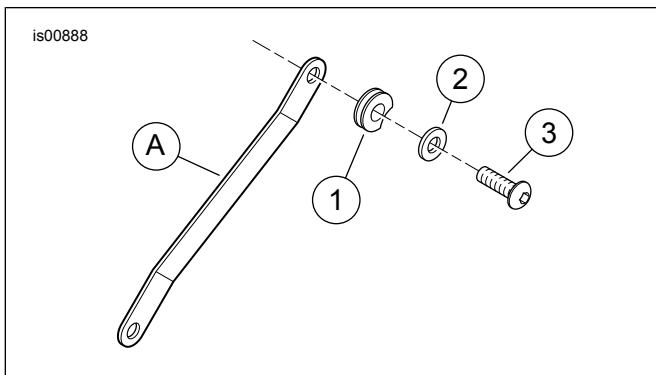

Figura 4. Piezas de servicio, kit de acoplamiento desmontable 53104-97B
Vea la Figura 4 y la Tabla 1.
2. Vea la Figura 4. Obtenga del kit el buje (1), perno (3) y arandela plana (2) del punto de acoplamiento.